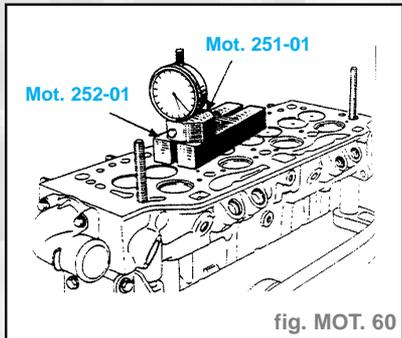

fig. MOT. 60
- Placer au fur et à mesure les soupapes neuves, les rondelles d'embase (3), les ressorts (4) et les couplets (5).
- Placer les demi-bagues (6) (identiques pour les soupapes d'admission et d'échappement).
- Mettre en place les soupapes et vérifier avec les outils **Mot. 215-01** et **252-01**, le retrait de celles-ci par rapport au plan de joint (fig. MOT. 60).
- Vérifier leur dépassement à l'aide des outils **Mot. 251-01** et **Mot. 252-02** (fig. MOT. 60).